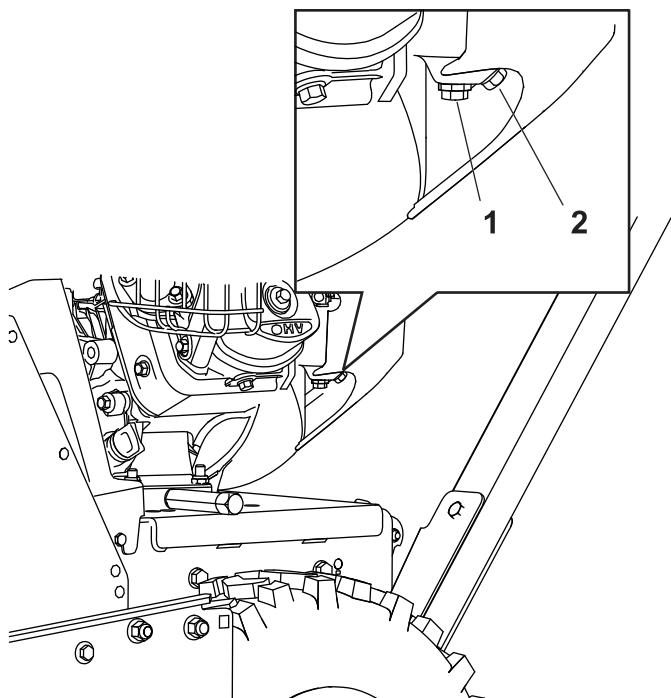

Figura 31
1. Localize o parafuso de drenagem que se encontra na porta interior da taça do carburador (Figura 31).